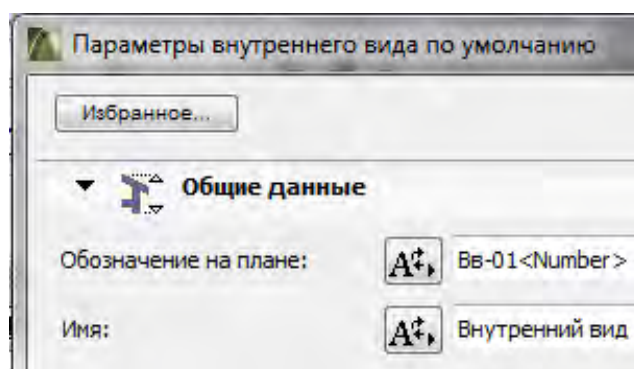

Рис. 131
3. Откройте диалоговое окно установки параметров внутреннего вида (рис. 131). В панели **Общие данные** возле полей **Обозначение на плане** и **Имя** находятся кнопки. Эти кнопки позволяют вставить так называемый автотекст. Это текстовая информация, создаваемая на основе ориентации и назначения внутреннего вида или на основании зоны, в которой этот внутренний вид расположен. В поле **Обозначение на плане** (оно еще называется ссылочным ID) числовая составляющая этого поля **Идентификатор-*<number>*** предназначена для автоматической нумерации. Таким образом, ссылочные ID внутренних видов принимают значения **Вв-0101**, **Вв-0102** и т. д.